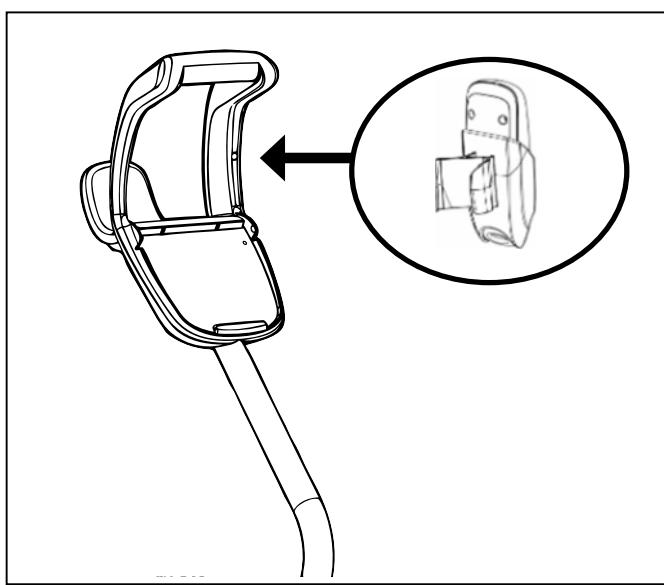

Figura 8. Coloque la base del control remoto en su lugar
9. (9550 Sport/P955) Ubique la clavija de la base del control remoto en la manija del carrito para luego colocar el control remoto en el carrito (Figura 8).